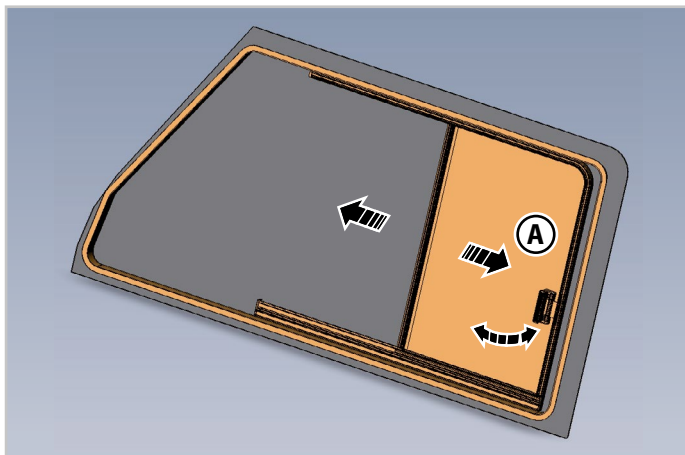

Fig.3.2 - Ventanilla corredera lado pasajero
1. Presione sobre el gancho de la manilla trasera (**A** - Fig.3.2) soltándola del retén para desbloquear la ventanilla.
2. Tire de la manilla (**A** - Fig.3.2) para mover la ventanilla hacia delante hasta la posición que desee.
1. Tire de la manilla (**A** - Fig.3.2) llevando la ventanilla a la posición de cierre hasta que la manilla quede totalmente encajada en el retén.